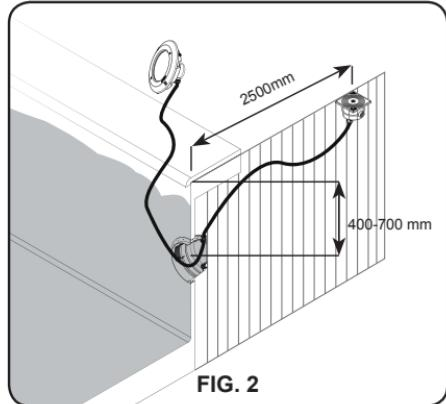

FIG. 2
2. Heben Sie die Lampe und einen Teil des Scheinwerfers auf den Schwimmbeckenrand. (Diese Operation wird im Handbuch des Scheinwerfers ausführlich beschrieben) (Abb.2).